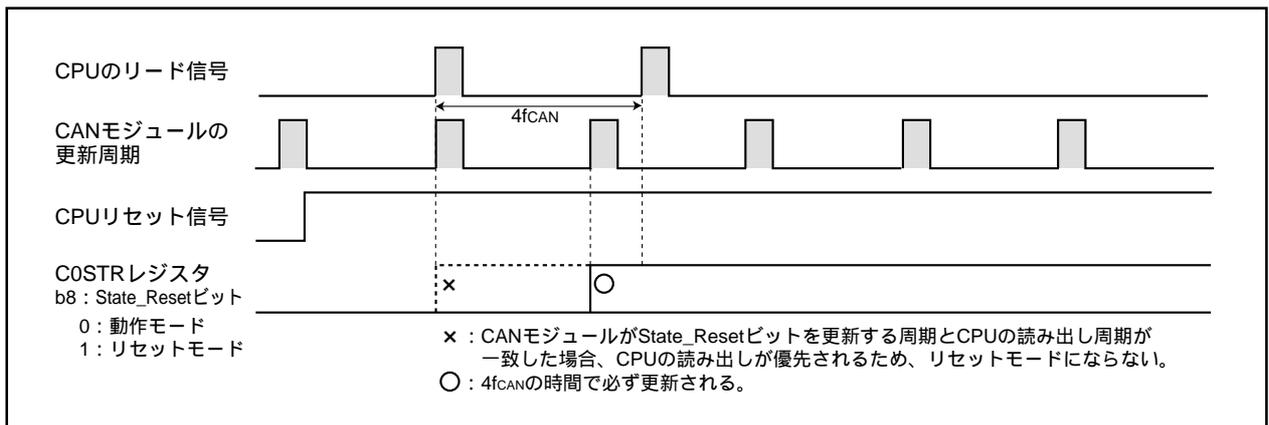

図22.7 CPUのポーリング周期を3fCANより長くした場合
2. CPUがC0STRレジスタをポーリングする場合、 $3f_{CAN}$ より長い周期にする（図22.7参照）。